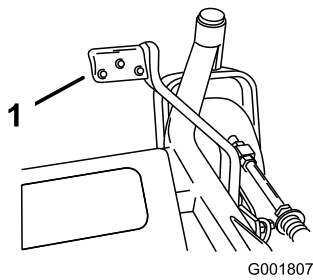

Figura 21
2. Presione la palanca de elevación asistida mientras tira hacia arriba de la palanca de ajuste de la altura de corte (Figura 21).